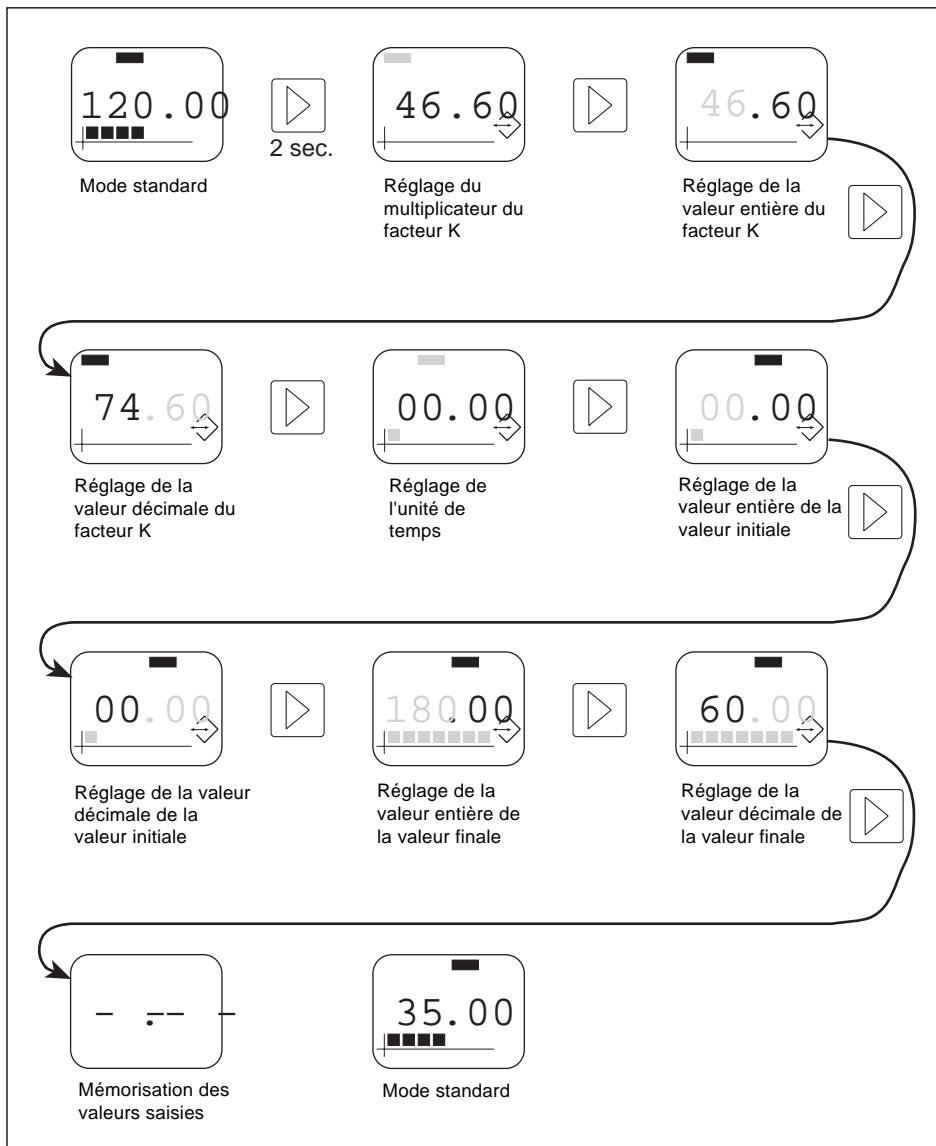

Fig. 4.4 Présentation des différentes zones de programmation
4.3.3 Mode programmation (voir Fig. 4.4)
Facteur K (Fig. 4.4)